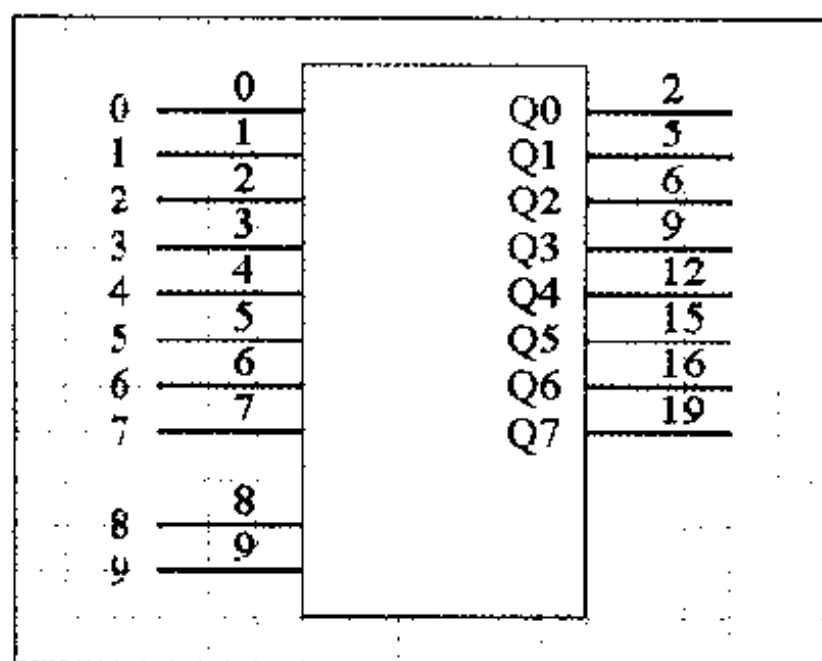

图 5-28 设置元件右侧引脚属性的效果
(19) 设置好元件引脚的属性后, 单击 OK 命令按钮, 返回工作窗口。按照上述步骤, 设置矩形右边的其他 7 个元件引脚的属性, 得到如图 5-28 所示的效果。